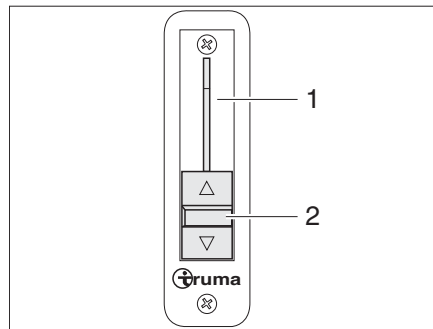

Bild 22 Kanalspär
Skjutreglaget (Bild 22,2) till kanalspärren (Bild 22,1) sitter längst till vänster på instrumentbrädan.
- Skjut ner spaken (Bild 22,2) helt. Kanalspärren är stängd.